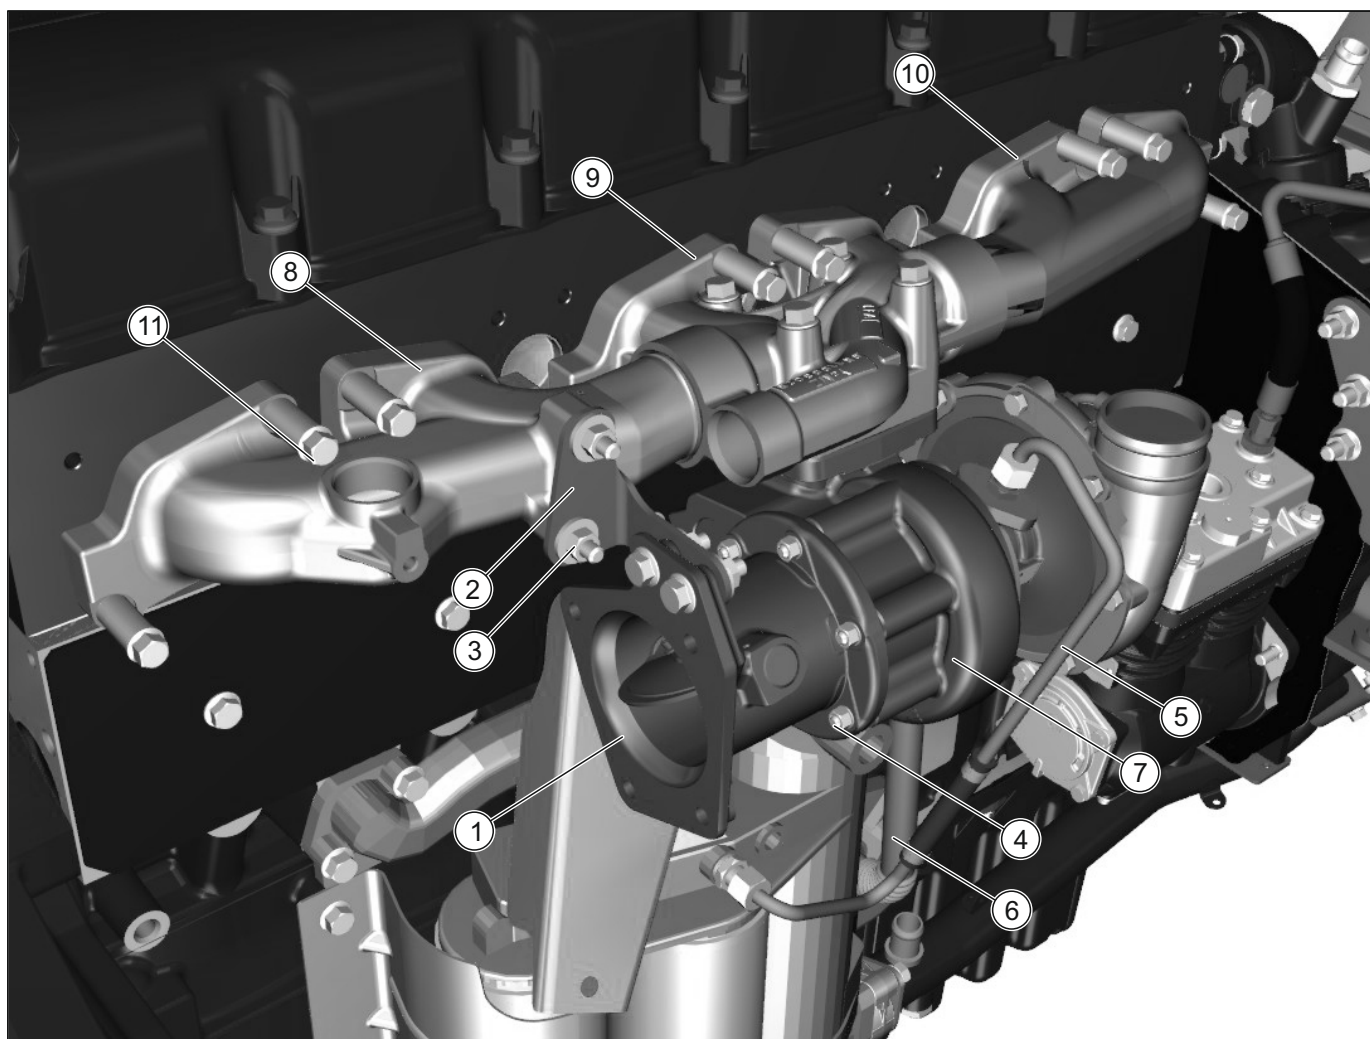

Рис.21. Снятие заслонки моторного тормоза, турбокомпрессора и коллектора выпускного.
3. Отвернуть гайки (3) крепления кронштейна заслонки и гайки (4) крепления заслонки к турбокомпрессору (см. Рис. 21).
4. Снять заслонку на выхлопе (1) (651.3570010) (см. Рис.21)
### 3.12. Снятие заслонки моторного тормоза и турбокомпрессора (см. Рис. 21).
### 3.13. Снятие коллектора выпускного (см. Рис. 21).